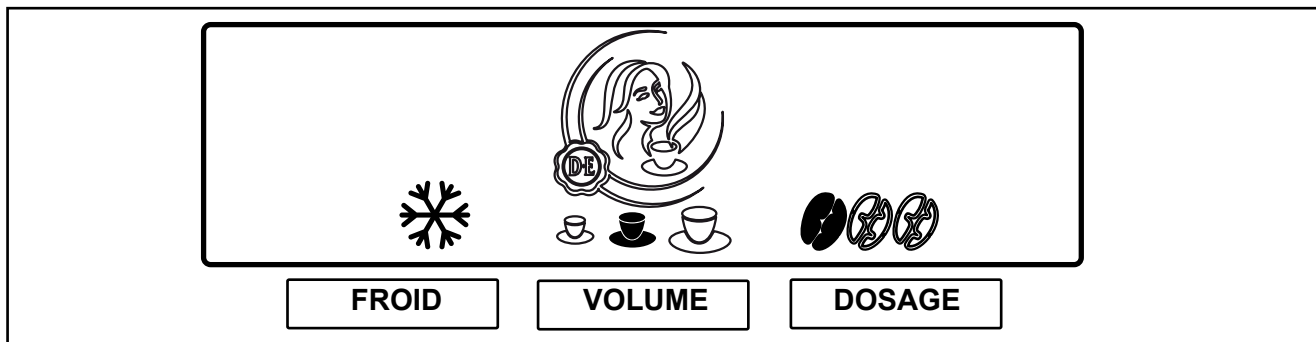

Fig. 15
Votre distributeur est équipé de possibilités de présélection. Il se pourrait que le technicien du service après-vente ait activé une de ces possibilités de présélection lors de l'installation. L'actionnement des touches de présélection lance l'affichage des possibilités de présélection ci-après (fig. 15) :
2. Appuyez sur la touche de présélection «**FROID**» pour activer ce choix. Le pictogramme pour «**FROID**» s'affiche (fig. 15).
ce choix. L'affichage affiche trois tasses (petite - moyenne - grande) (fig. 15).